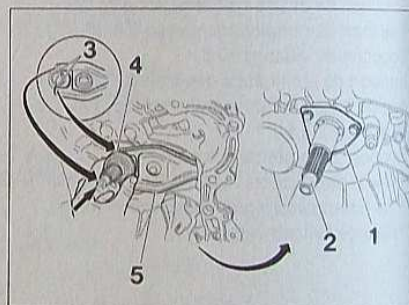

FIG. 7
- à l'aide d'une bombe de graisse aérosol appropriée (par exemple Molykote Spray Rapid), graisser uniformément le guide de butée (1) et l'arbre primaire (2) (Fig.7).
Veiller à protéger l'intérieur du carter d'embrayage puis retirer le surplus de graisse sur les cannelures et l'extrémité de l'arbre primaire (2), afin de ne pas polluer l'embrayage (Fig.7).
- mettre en place la butée (4) sur son guide et l'engager dans la fourchette (5) (Fig.7).